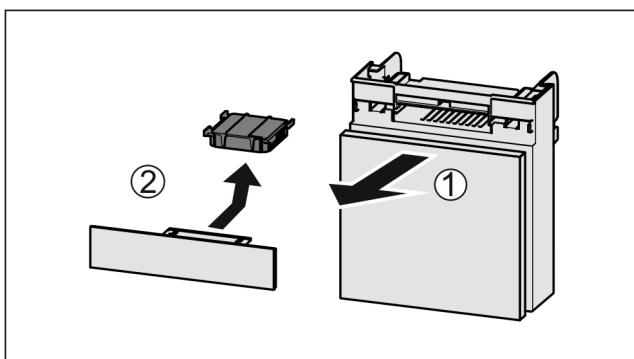

Fig. 76
- Потягніть Fig. 76 (1) відділення вперед.
- Витягнути Fig. 76 (2) фільтр з активованого вугілля.